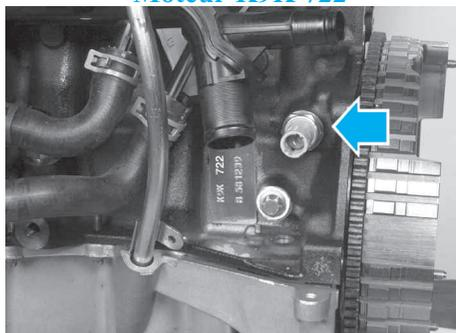

fig.8
- Sur le moteur **K9K 722**, il est vissé horizontalement à l'avant sur le bloc-cylindres, côté gauche à proximité de la boîte de vitesses (fig.8).